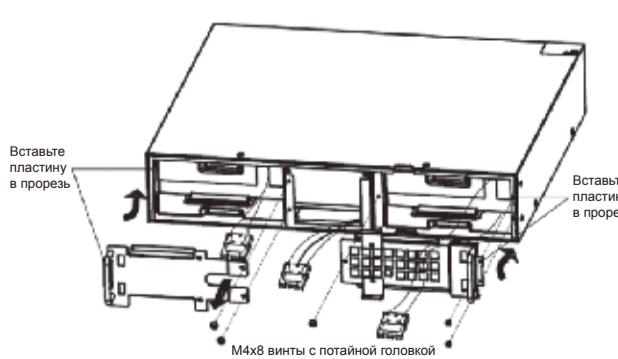

Рисунок 6 Установка перегородок блоков батарей
- Вставьте новые блоки батарей придерживая их за середину. Убедитесь, что блоки вставлены полностью до конца (см. рисунок 6).